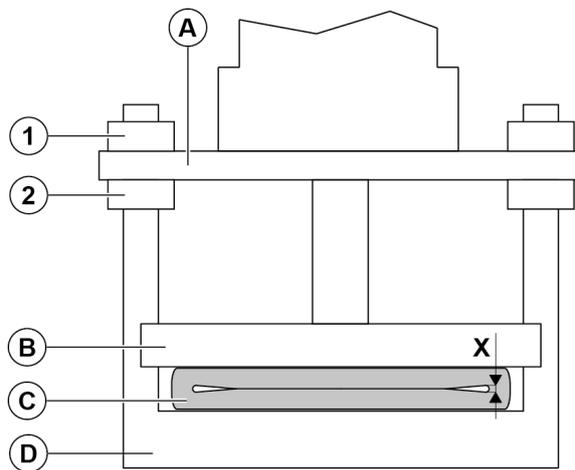

Figura 16.
6. Haga pasar el resto del manguito a través de la brida con una palanca o una grifa (*véase la Figura 16*).